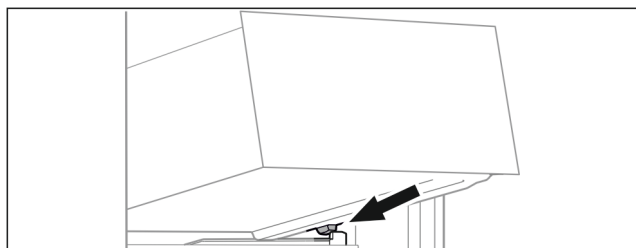

Fig. 92
- ▶ Założyć szufladę pod skosem za stoperami na żebro pojemnika. (patrz Fig. 92)